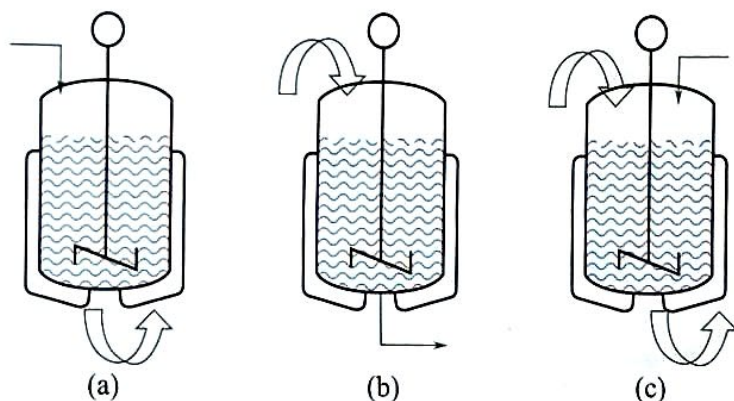

图2.11 半连续操作示意图
(3) 半连续操作（半间歇操作） 图2.11为半连续操作示意图。
- 连续不断地加入原料，而在操作一定时间后一次取出产品 [见图2.11(a)]；
- 操作过程一次投入原料，而连续不断地从系统取出产品 [见图2.11(b)]；
- 一种原料分批加入，而另一种原料连续加入，视工艺需要连续或间歇取出产物的生产过程 [见图2.11(c)]。